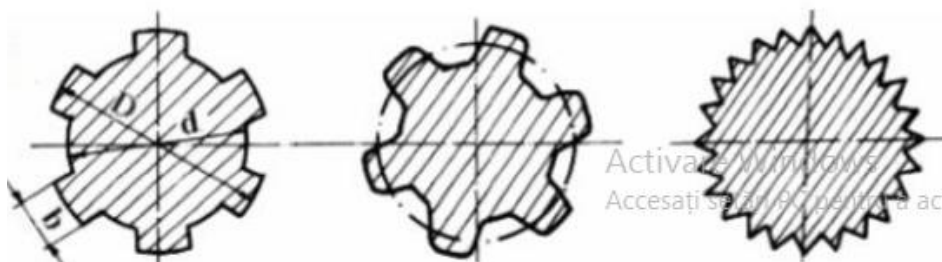

Fig. 2 – Tipuri de arbori canelați
a. În funcție de profilul canelurilor, arborii cu caneluri se clasifică astfel (Fig. 2):
- ✓ arbori cu caneluri dreptunghiulare (Fig. 2 - a);
- ✓ arbori cu caneluri în evolventă (Fig. 2 - b);
- ✓ arbori cu caneluri triunghiulare (Fig. 2 - c).